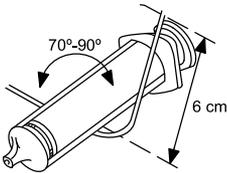

Figure 2. Courber le mandrin
2. Sélectionner le mandrin selon la fonction et la rigidité souhaitées. Si nécessaire, courber délicatement le mandrin à l'aide d'un instrument stérile, à surface lisse (p. ex., le corps d'une seringue de 10 ou 12 ml) (Figure 2 Courber le mandrin en page 16).